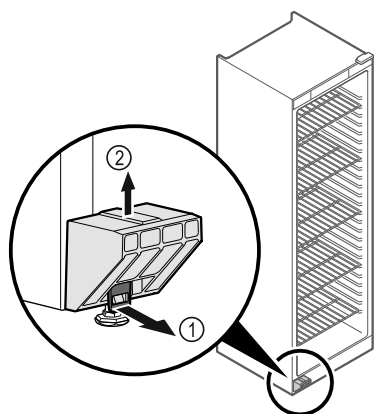

Fig. 1
- ▶ Tõmmake aasa Fig. 1 (1) ettepoole.
- ▶ Tõmmake transpordikindlustus Fig. 1 (2) ülespoole maha.